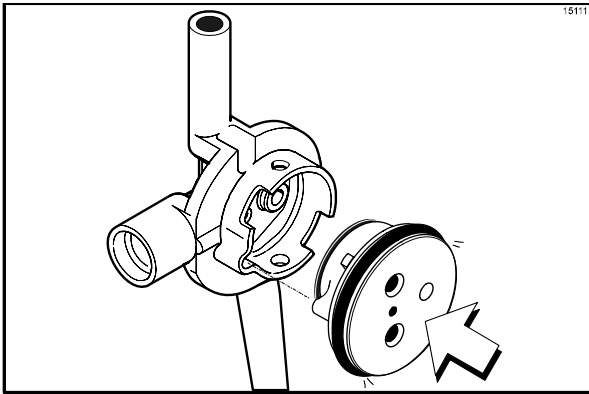

Abbildung 148
7. Die Ventilkappe in die Öffnung des Produkteinlassadapters einsetzen. (Siehe Abbildung 148.)